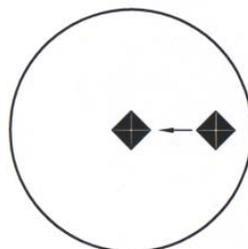

Abbildung 6-12 Eindruck ist rechts von der Mitte
4. Der Eindruck ist rechts von der Mitte. Siehe Abbildung 6-12.